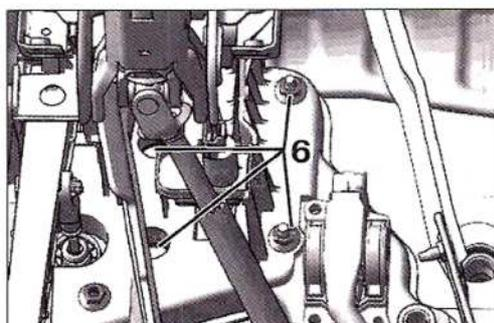

FIG. 5
- Desconectar el tubo (5).
- Desmontar el amplificador de frenado (6) (Fig.5).